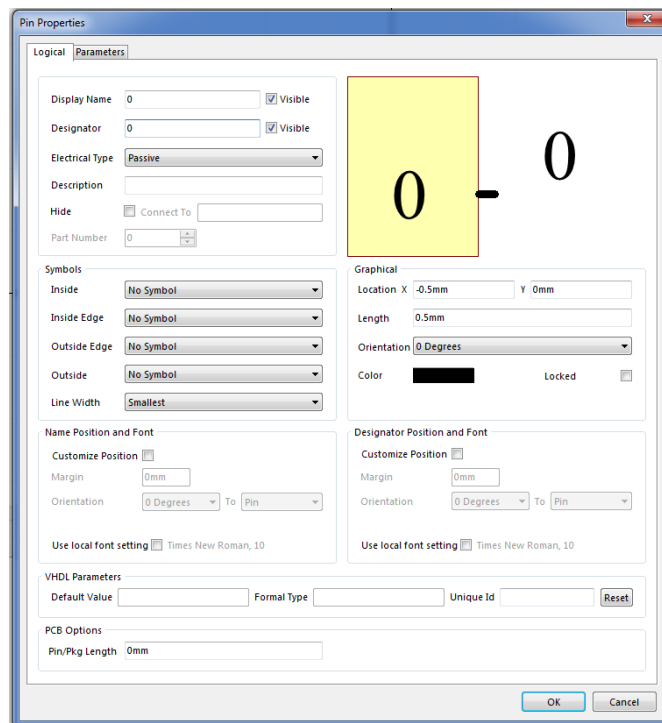

Рис. 2.4
4) Перед тим як розмістити контакт, натисніть клавішу [Tab], щоб відредагувати властивості. Відкриється вікно *Pin Properties* (Рис. 2.4).